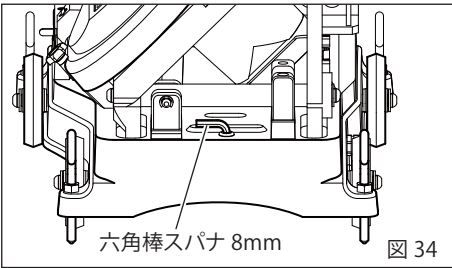
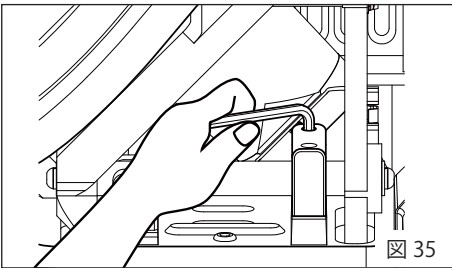
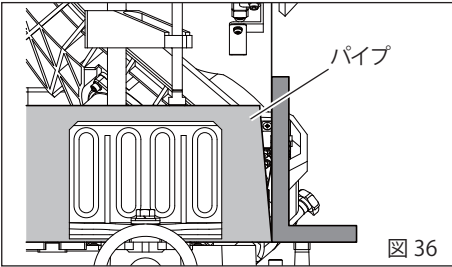

図 34
図 35
図 36
- ①ビスをプラスドライバで緩め、ブラシとビスを外してください。
- ②ブラシを元のとうりに取付け、ビスを締め付けてください。
3. 斜め切れの修正 (図 34 ~ 図 35)
垂直方向の調整 (図 34 ~ 図 36)
垂直方向に斜め切れが発生した場合、ベース後部にある斜断調整ボルトを付属の六角棒スパナ (図 34) で回して調整します。(図 35) 図 36 のような方向に切れている場合は斜断調整ボルトを時計方向に回してください。図 36 と反対の場合は斜断調整ボルトを反時計方向に回してください。ガス管 100A の場合、ボルト 1/4 回転で約 0.3mm 変化します。※斜断調整ボルトは内部にあり、外からは見えません。